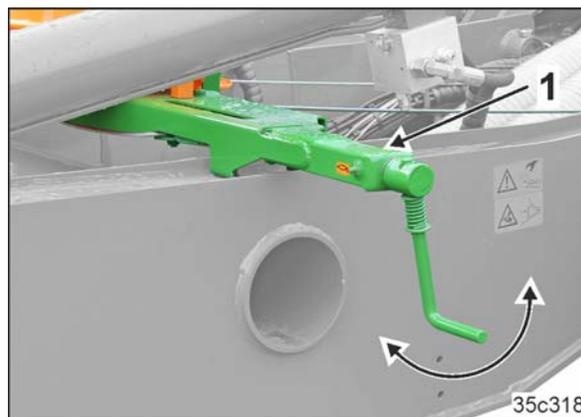

Fig. 123
2. Die Maschinen-Feststellbremse anziehen (Fig. 123/1).